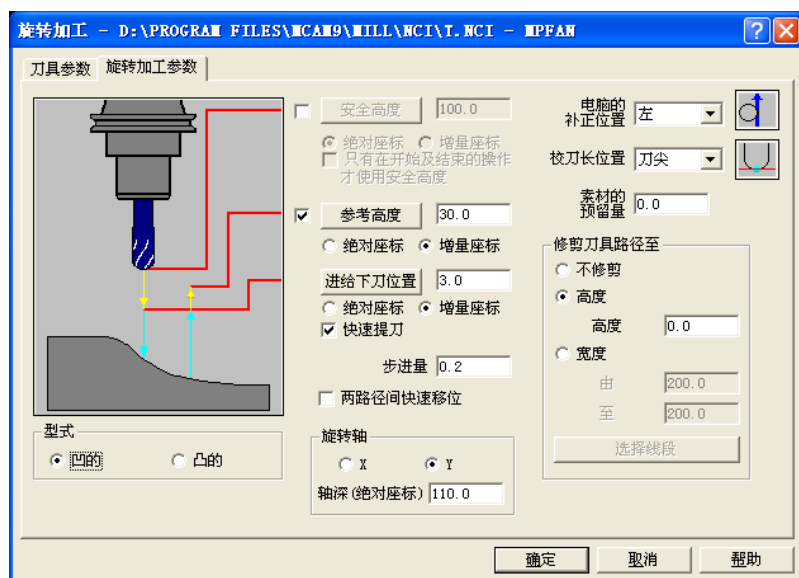
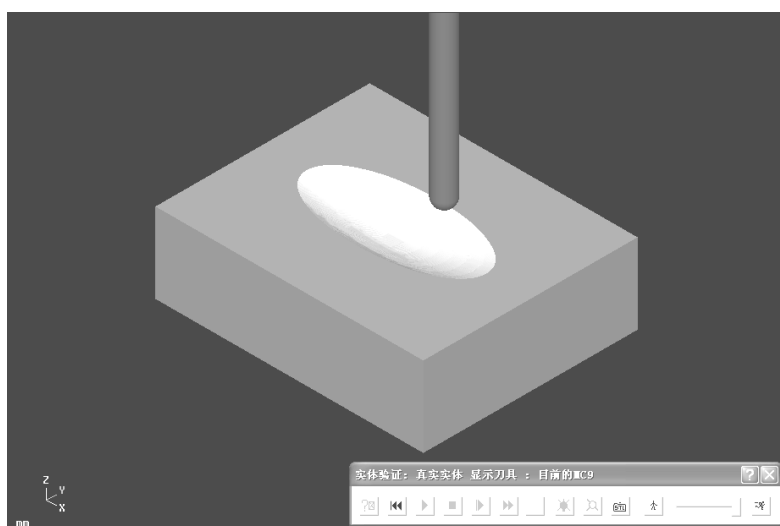

图 1-99 旋转加工参数
图 1-100 旋转加工实体切削验证
3) 在“旋转加工参数”选项卡中点选型式：凹的，设定参考高度：30.0，进给下刀位置：3.0，步进量：0.2，电脑补正位置：左，旋转轴：Y，轴深（绝对坐标）：110.0，修剪刀具路径至：点选“高度”，设定高度：0.0，其余默认，如图 1-99 所示。工作设定 X100 Y80 Z30，工件原点 X0 Y0 Z0，实体切削验证如图 1-100 所示。将本例保存为“旋转加工.mc9”文件。